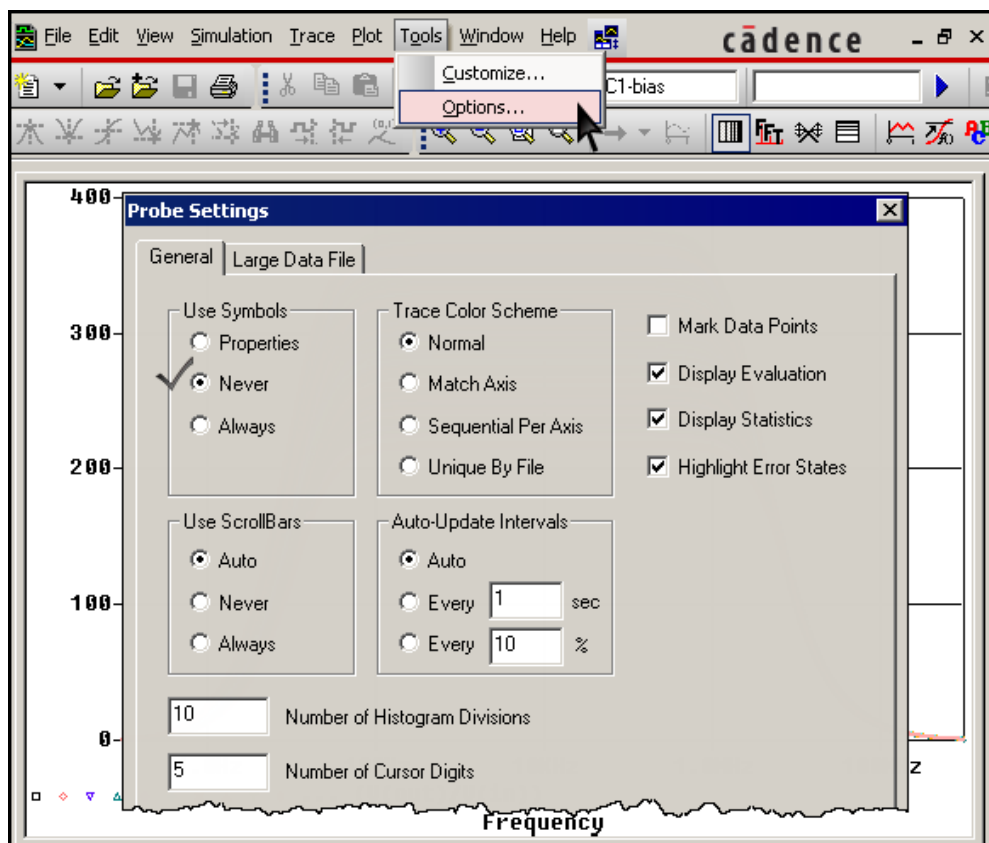

Рис. 96. Окно Probe Settings. Запрет показа символов графиков
- 14.д. Изменить параметры отображения графиков, включив запрет показа символов. Команда **Tools>Options...**, в открывшемся диалоговом окне **Probe Settings** в разделе **Use Symbols** поставить флажок **Never** (рис. 96).